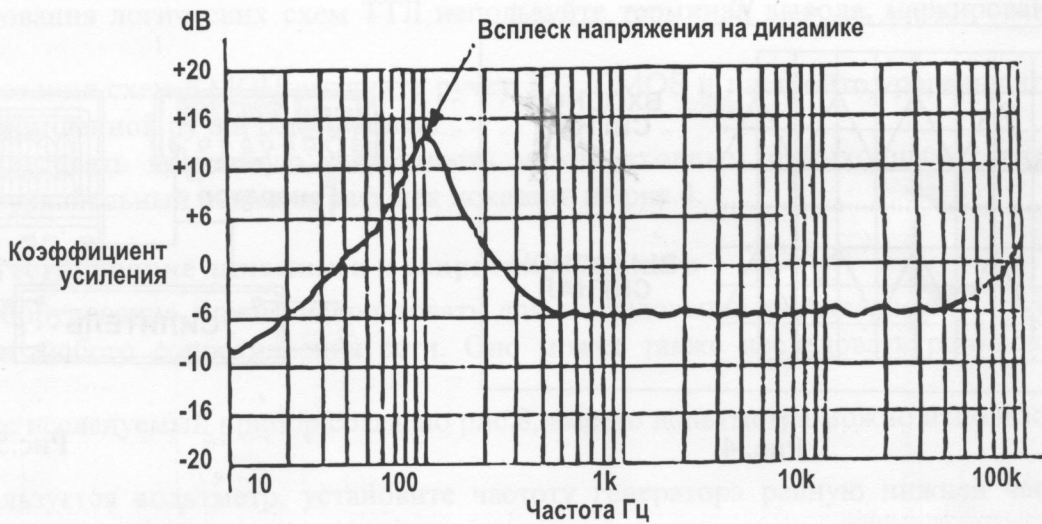

Рис.10
- (с) При исследовании динамиков, если наблюдается всплеск напряжения на какой-то частоте при низких частотах, то это резонансная частота данного динамика – см. рис.10. Может ли повлиять на эту частоту конструкция корпуса? При правильной разработке конструкции корпуса по обеим сторонам острого пилообразного всплеска к появятся два маленьких пилообразных всплеска.